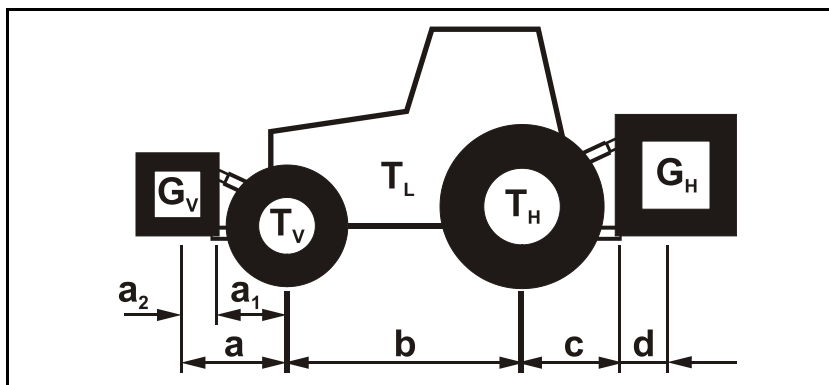

Fig. 44
- spredeskiver (Fig. 44/1),
- karm (Fig. 44/2),
- o trimmer på høyre og venstre side (Fig. 44/3)
- o skvettsskjerm på høyre og venstre side (Fig. 44/4)
- o stiger på høyre og venstre side (Fig. 44/5)
- o rørvernebøyle (Fig. 44/6)
- lys (Fig. 44/7)